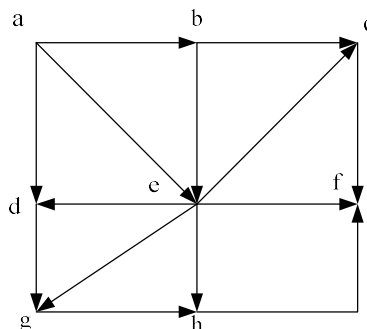

Рис. 3
3. Для направленного графа электрической сети, показанного на рис.3, выделить дерево и хорды, пронумеровать ветви, составить матрицы \mathbf{M} , \mathbf{N} , \mathbf{Y}_y (последняя – в общем виде).